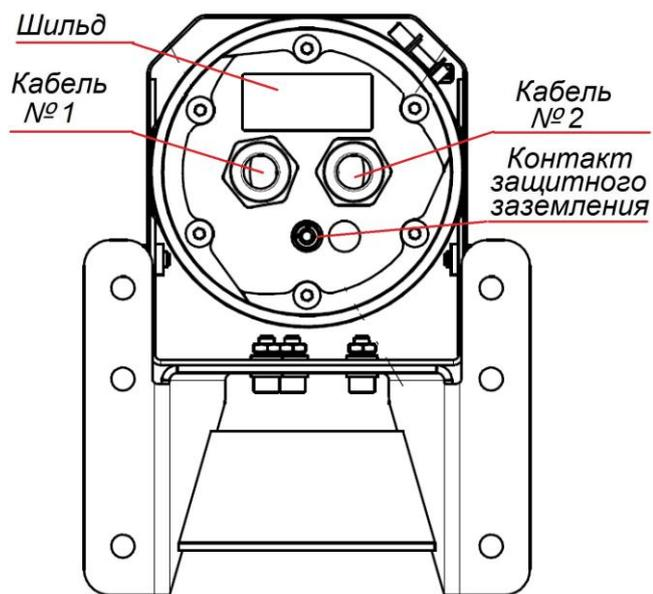

Рис.5.3.1 Вид термокожуха BSM-400Ex сзади
5.3 Изделие поставляется в комплекте с соединительными кабелями. Длина и марка кабеля, а также тип кабельных вводов определяются требованиями технического задания (ТЗ) и указывается при заказе Изделия. Вид термокожуха сзади приведен на рис.5.3.1.